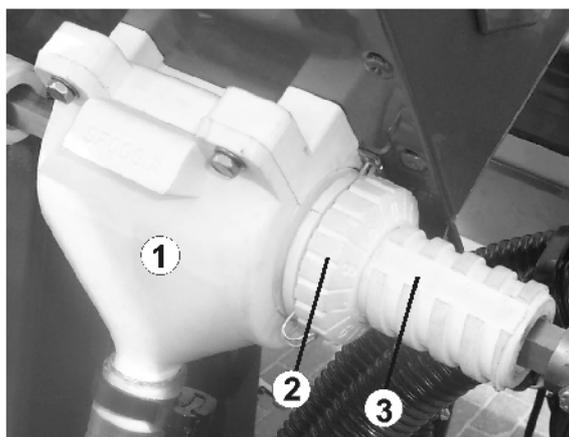

Fig. 43
Die Dosiereinheit (Fig. 43/1) besteht aus
- einem einstellbaren Schieber der die Ausbringungsmenge über einen Öffnungsquerschnitt dosiert. Zum Einstellen unterschiedlicher Dosiermengen wird das Stellrad (Fig. 43/2) in die erforderliche Position gedreht.